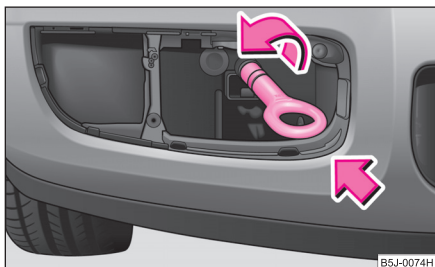

Fig. 190 Bara de protecție față: Montarea inelului de remorcare
- Înșurubați inelul de remorcare cu mâna spre stânga ⇒ fig. 190.